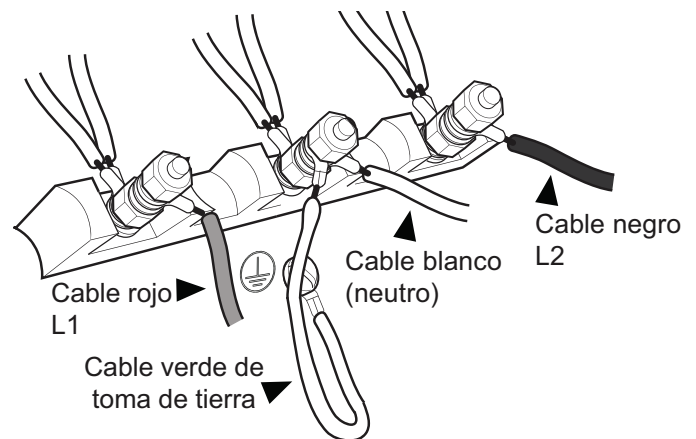

Figura 13: Conexión de 3 cables
4. Fije el cable neutro de tierra del circuito de alimentación al contacto central (color plata) de la caja de conexiones (vea la Figura 13).